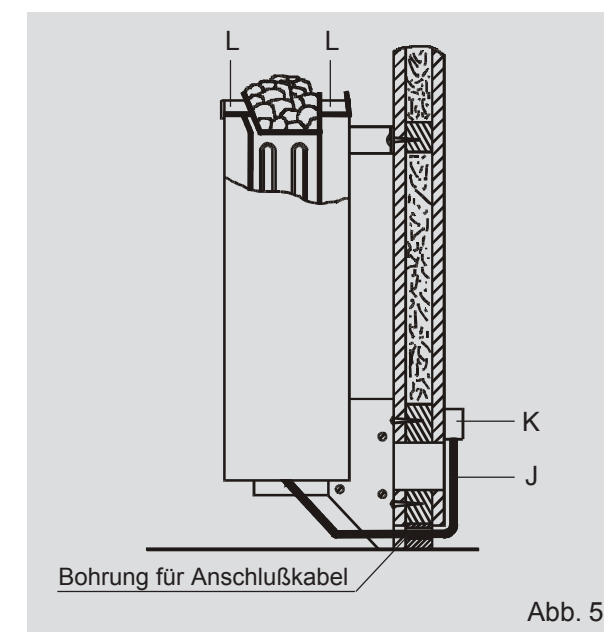

Abb. 5
- Im Bereich der Anschlußkabel-Befestigung am Ofen ein ca. 10 mm großes Loch in die Kabinenwand bohren. Anschlußkabel durch die Bohrung nach außen führen und in einer für Feuchträume geeigneten Verteilerdose „K“ mit der Zuleitung zum Steuergerät verkleben, Abb. 5. Verteilerdose niemals in den Luftschacht montieren!